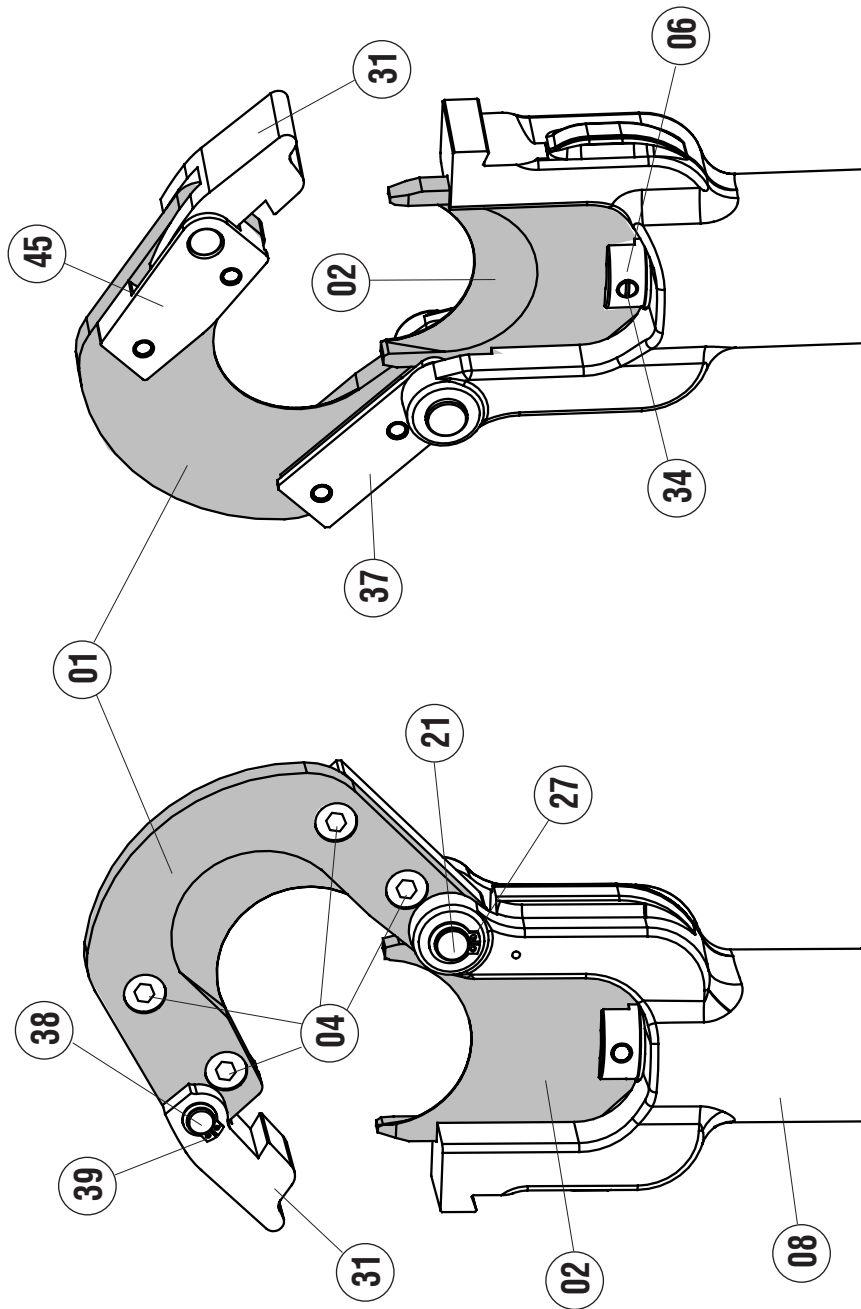

FIG. 2
5. CHANGEMENT DES LAMES (Voir Fig. 2)
5. CAMBIO DELLE LAME (Rif. a Fig. 2)